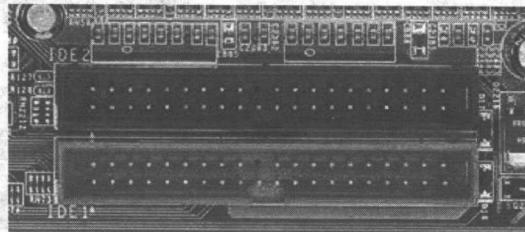

图 1-8 主板 IDE 接口
(1) IDE 接口：IDE 是 Integrated Device Electronics 的缩写，它的中文含义是“电子集成驱动器”。IDE 接口也叫 ATA 接口，它是硬盘的一种常用接口。目前主板常用的 IDE 接口标准有 Ultra ATA/33、Ultra ATA/66、Ultra ATA/100 和 Ultra ATA/133。如图 1-8 所示就是主板上的 IDE 接口。